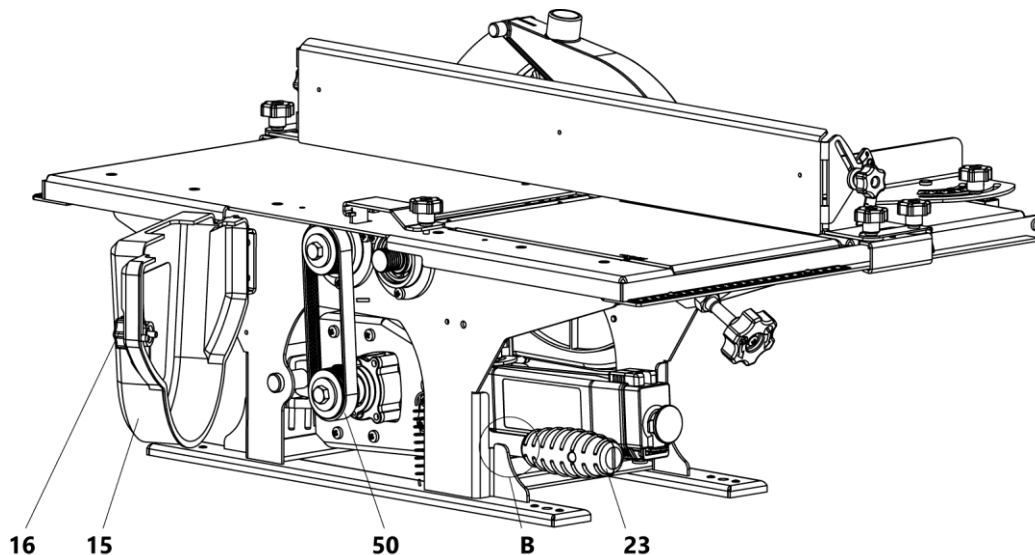

Рисунок 12. Установка приводного ремня
- выкрутить винт-барашек 16 и отвернуть в сторону кожух защиты ремня 15 (рис. 12);